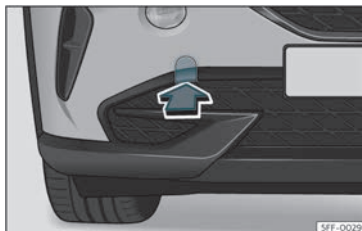

Fig. 43 No lado direito do para-choques dianteiro: retirar a tampa.
»» **Fig. 43.**
- Retire a tampa fazendo pressão na zona inferior da mesma e deixe-a pendurada no veículo»»» Fig. 43.